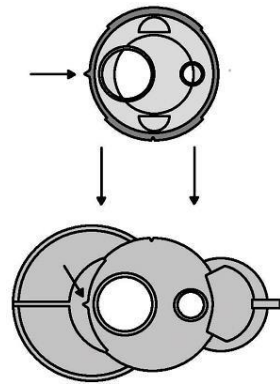

Ilustración 4
4. Haga coincidir la posición de la punta del aplicador con la de la jeringa, observando la protuberancia triangular de la punta del aplicador y la muesca correspondiente en la jeringa, y luego conecte la punta del aplicador a la jeringa (fig. 4).